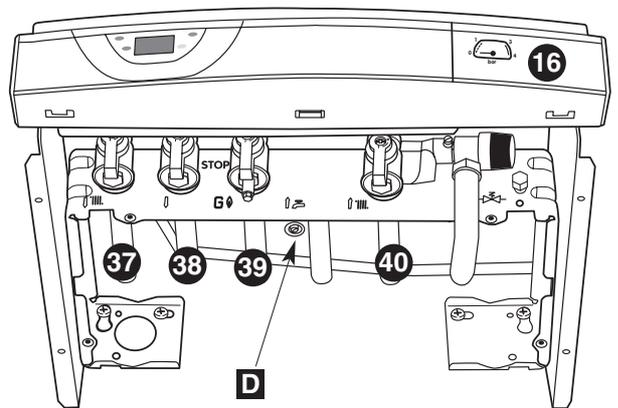
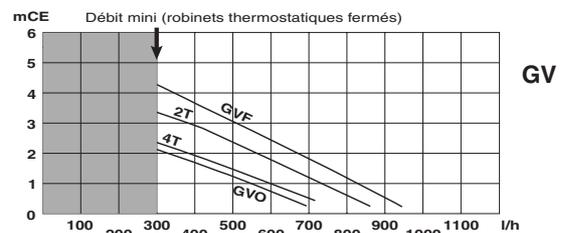

Fig. 15
Fig. 16
- vérifier que les robinets départ chauffage **37**, départ réchauffage ballon **38** et retour chauffage **40** (fig. 15) sont bien ouverts
- refermer le robinet lorsque l'aiguille du manomètre **16** (fig. 15) se situe à la pression déterminée au § 3
- ouvrir le robinet d'arrivée de gaz **39** (fig. 15)
- **GV**, courbes fig. 16 (réglage d'usine)
Agir sur la vis **D** (fig. 15 de réglage du by-pass, visible sous la barrette hydraulique (dévisser pour ouvrir) afin d'adapter la hauteur manométrique disponible aux pertes de charge de l'installation, selon les courbes des diagrammes **GV** ou **PV** (fig. 16 ou 17).